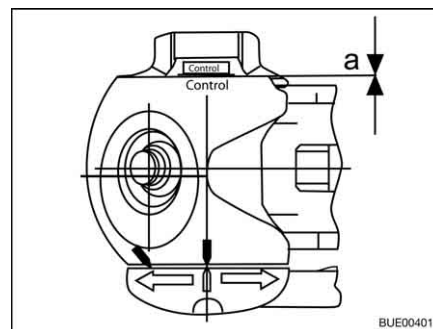

Fig. 208 Controllo usura
- Distanza $a = 0$ (Fig. 208): Controllare guarnizioni di attrito ed ev. sostituirle.